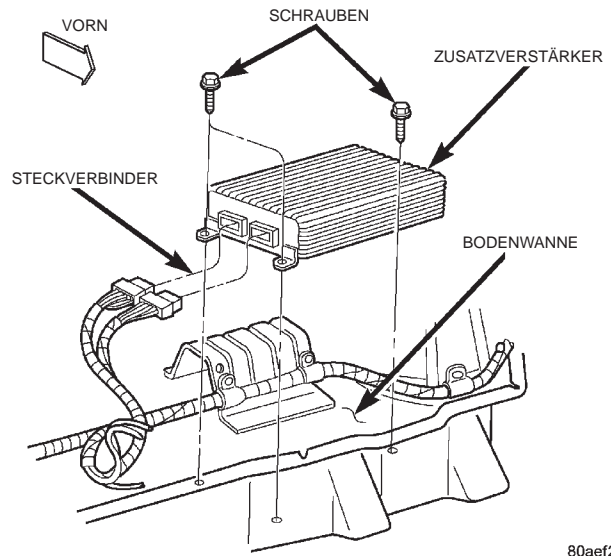

Abb. 8 Zusatzverstärker aus- und einbauen
- (1) Batterie-Minuskabel abklemmen und elektrisch isolieren.
- (2) Die linke Entriegelungslasche des Rücksitzes nach oben ziehen und die Sitzfläche nach vorn klappen.
- (3) Die Teppichauskleidung im Bereich unter dem Sitz anheben, so daß der Zusatzverstärker freiliegt.
- (4) Die beiden Steckverbinder vom Zusatzverstärker abziehen.
- (5) Die drei Schrauben lösen, mit denen der Zusatzverstärker an der Bodenwanne befestigt ist (Abb. 8).